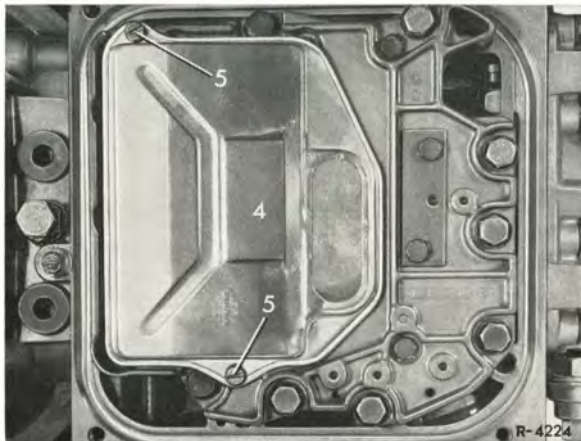
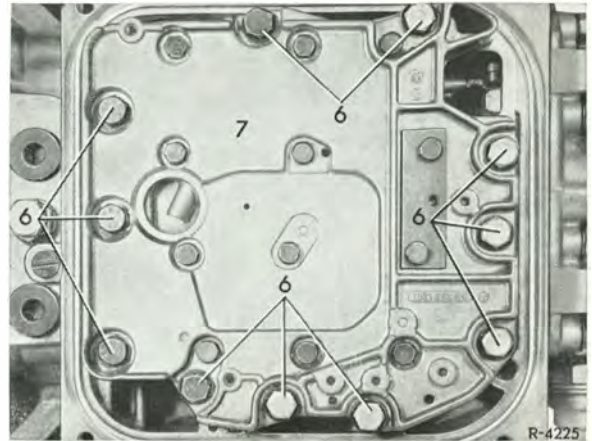

Bild 3
Bild 4
3 Ölfilter (4) ausbauen (Bild 3). Befestigungsschrauben (6) des Schaltschiebergehäuses (7) herausdrehen. Bereichswahlhebel zwischen Stellung „P“ und „R“ bringen und Schaltschiebergehäuse herausnehmen (Bild 4).
5 Antriebswelle (3) mit Sonnenrad (4) des vorderen Planetenradsatzes herausziehen (Bild 3).